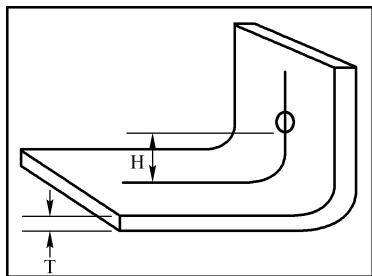

图 4-33 切口与折弯之间的最小距离
- 切口与折弯之间的最小距离：规则为 MIN_CUT_TO_BEND，用于检查折弯线与切口或冲孔之间的距离，其默认值为 $2.5*T+R$ 。图例如图 4-33 所示，图中的参数：